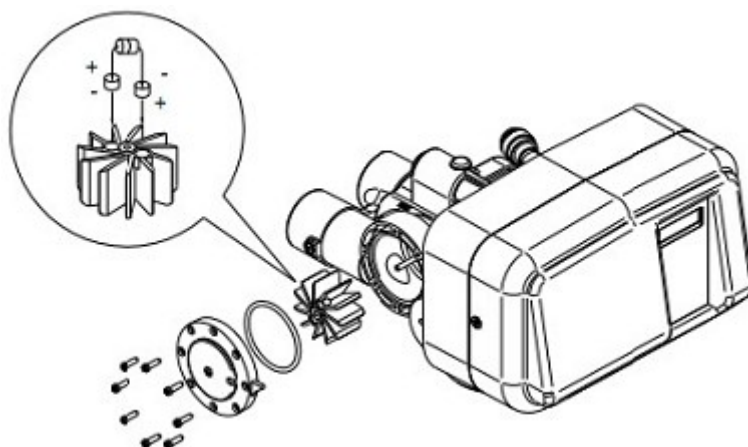

Fig. 22
- Ulterior, separati-i si introduceti-i in locasele lor orientandu-i asa cum este evidentiat in fig.22 de mai jos ;